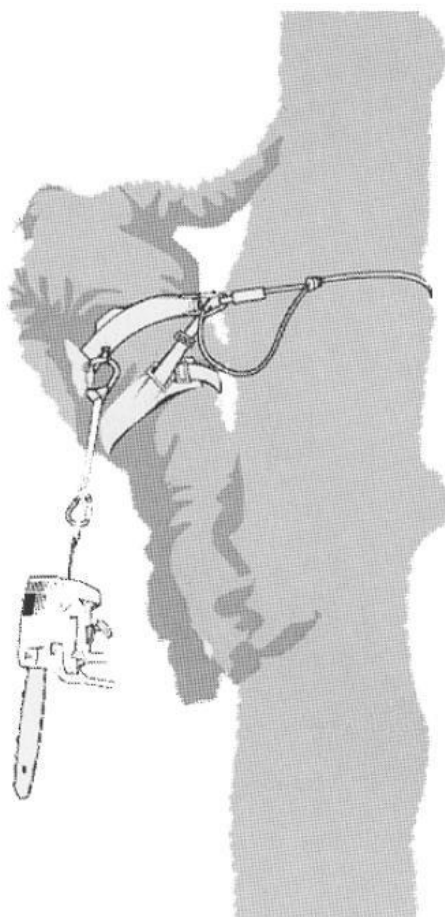

Bild A.2 — Beispiel für die Befestigung einer Kettensäge für die Baumpflege am zentrierten hinteren Mittelpunkt des Tragegurts
Pilarka łańcuchowa powinna być mocowana do upręży wyłącznie za pomocą zalecanych elementów zawieszenia (18). Mogą one znajdować się pośrodku (z przodu lub z tyłu) lub po bokach. O ile to możliwe, pilarka łańcuchowa powinna być przymocowana do środkowej tylnej części upręży, aby trzymać ją z dala od lin wspinaczkowych i utrzymać ciężar centralnie pod kręgosłupem użytkownika. **Patrz rysunek A.2.**